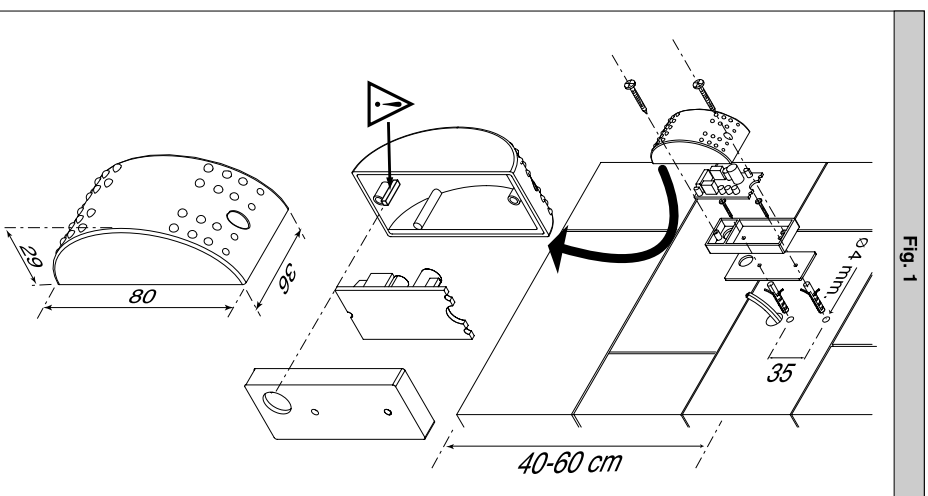

Fig. 1
Alimentation: 20÷31 Vac. Puissance absorbée: 70 mA. Portée maxi: 30m (réduite en cas de brouillard/pluie); Contacts relais: 1A à 24Vac-dc; Température de fonct.: -15°C + +70°C; Degré de protection: IP54; Dimensions: voir Fig. 1
- Installation murale (fig. 1): vérifier que les surfaces de fixation sont planes et parallèles entre elles. Effectuer 2 trous ø 4 mm en utilisant le gabarit posterior pour le perçage. Insérer les chevilles fournies et procéder à la fixation et au branchement de la cellule photoélectrique.
Aufnahme: 20÷31 Vac; Leistungsaufnahme: 70 mA; Max. Reichweite: 30m (weniger bei Nebel/Regen); Relaiskontakte: 1 A bei 24 Vac-dc; Betriebstemperatur: -15°C + +70°C; Schutzart: IP54; Abmessungen: siehe Abb. 1
- Wandinstallation (Abb. 1): Die Flächen für die Befestigung der Zellen müssen eben und parallel zueinander sein. Bohren Sie 2 Löcher ø 4 mm in die Wand, die hintere Maske dient dabei als Bohrschablone. Nun die mitgelieferten Spreizdübel einsetzen, die Fotozelle fixieren und anschließen.
**1) GENERALIDADES (Fig. 1)**
Dimensiones: véase Fig. 1
- Instalación en la pared (fig. 1): controle que las superficies de sujeción sean planas y paralelas entre sí. Realice 2 taladros de  $\varnothing$  4 mm, utilizando la placa trasera como plantilla de taladrado. Introduzca los tacos de expansión suministrados y fije y conecte la fotocélula.
Alimentação: 20-31 Vac; Potência absorbida: 70 mA; Capacidade máx.: 30m (reduzida no caso de nevoeiro-chuva); Contactos relé: 1 A a 24V ac-dc; Temperatura de função: -15°C + +70°C; Grau de proteção: IP54, Dimensões: veja Fig. 1
- Instalação no muro (fig. 1): verifique que as superfícies de fixação sejam planas e paralelas entre elas. Faça 2 furos  $\varnothing$  4 mm utilizando a máscara posterior como molde de perfuração. Em seguida introduza os parafusos de expansão fornecidos e execute a fixação e a ligação da fotocélula.